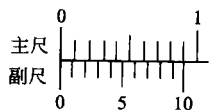

图 1-11 0.1mm 游标卡尺的刻度原理
1) 精度为 0.1mm (1/10mm) 的刻度原理和读数 如图 1-11 所示，主尺上 9 小格 (9mm) 等于游标尺上 10 格的长度，副尺上每一小格的长度为主尺的 9/10，即 0.9mm。主尺和副尺每格的差是  $1\text{mm} - 0.9\text{mm} = 0.1\text{mm}$ 。